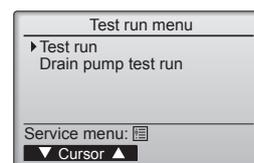

Fig. 7-2
- ② Selecteer "Test run" (Proefdraaien) in het Test run-menu (Proefdraaien) en druk op de toets [SELECTEREN]. (Fig. 7-2)
- ③ Het proefdraaien gaat van start en het scherm Test run (Proefdraaien) wordt weergegeven.
#### 7.3. Zelfcontrole (Fig. 7-2)